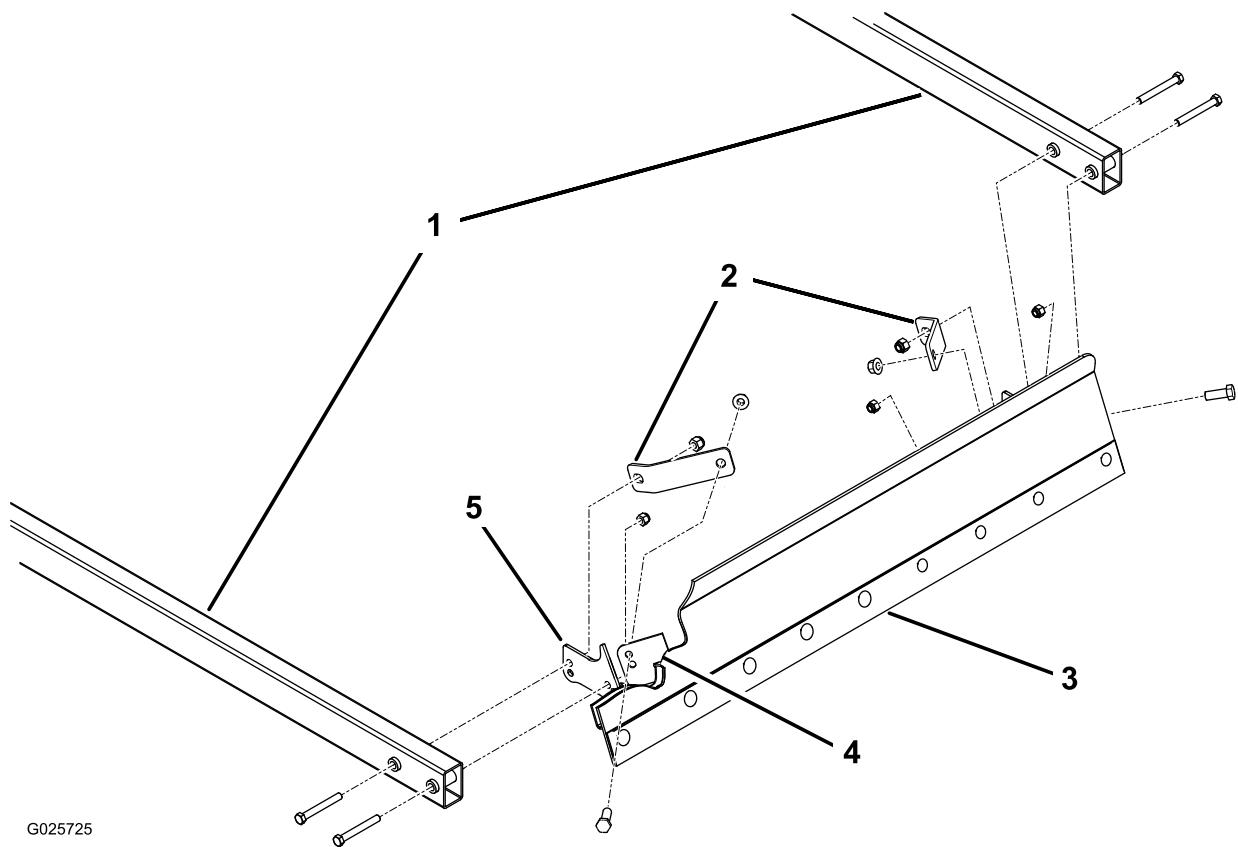

Figure 24
Remarque: Positionnez les renforts comme montré à la Figure 24.
2. Fixez sans serrer l'avant des bras de levage aux supports de montage de la lame et aux renforts avec 4 boulons ($\frac{3}{8}$ " x 3") et 4 contre-écrous ($\frac{3}{8}$ ") ; voir Figure 24.
Remarque: Si vous utilisez les trous supérieurs des supports de montage, le fonctionnement de la lame sera plus agressif (Figure 24).
3. La lame étant en appui sur la surface de niveau, serrez les fixations qui assujettissent les bras de levage à la lame (Figure 24).